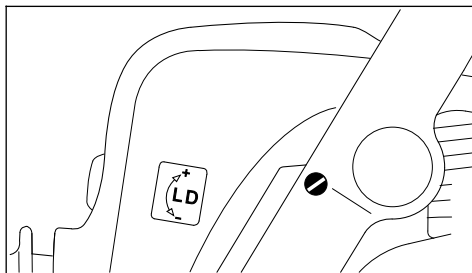

Рис. 55
- Повернуть болт для регулировки числа оборотов в режиме холостого хода (рис. 55, поз. LD) против часовой стрелки до ощущения плотной посадки (левая резьба), затем повернуть на 2 поворота по часовой стрелке (стандартная регулировка LD = 2)
- С помощью болта для регулировки числа оборотов в режиме холостого хода (рис. 55, поз. LD) правильно отрегулировать режим холостого хода: пыльная цепь не должна двигаться
- Болт для регулировки числа оборотов в режиме холостого хода (рис. 55, поз. LD) поворачивать по часовой стрелке до тех пор, пока пильная цепь не начнет двигаться – затем повернуть назад на 1/2 оборота
- Болт для регулировки числа оборотов в режиме холостого хода (рис. 55, поз. LD) медленно поворачивать против часовой стрелки до тех пор, пока пильная цепь не остановится – потом повернуть на 1/2 оборота дальше в том же направлении